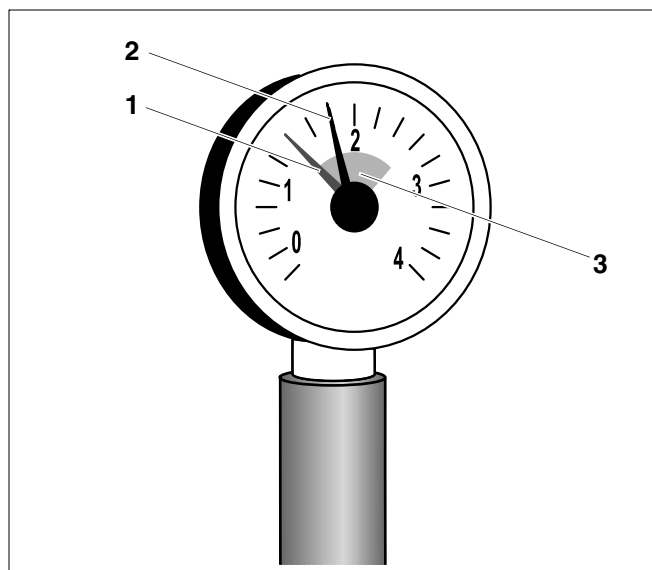

Fig. 4: Manometru pentru instalații de încălzire cu circuit închis
În cazul instalațiilor cu circuit închis, indicatorul manometrului (fig. 4, **poz. 2**) trebuie să se afle în zona marcată cu verde (fig. 4, **poz. 3**). Indicatorul roșu (fig. 4, **poz. 1**) al manometrului trebuie să fie reglat la presiunea necesară instalației de încălzire.
- Dacă indicatorul manometrului (fig. 4, poz. 2) se află sub marcajul de culoare verde (fig. 4, poz. 3), atunci presiunea apei din instalația de încălzire este prea mică. Umpleți instalația de încălzire cu apă de completare (vezi capitolul 3 - „Folosirea apei adecvate pentru umplere și completare”, pagina 7).